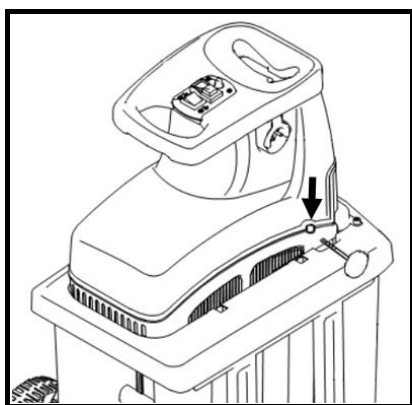
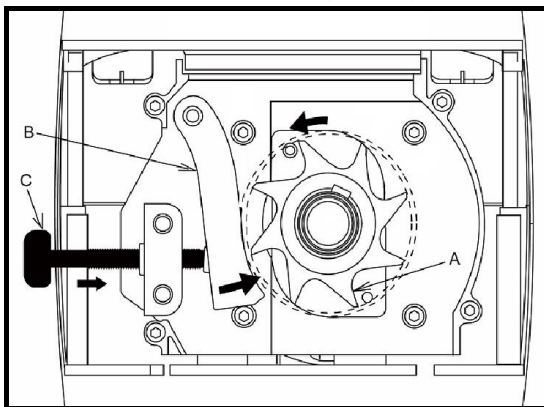

Fig. 16
Fig.17
3. Enrosque o manípulo (6) no orifício na parte lateral da estrutura (Fig.16). Rode muito lentamente no sentido dos ponteiros do relógio até sentir uma certa resistência ou ouvir um ligeiro som de triturar. O rolo de corte (A) toca na placa de pressão (B) e algumas rebarbas de alumínio saem pela saída de descarga (Fig. 17).